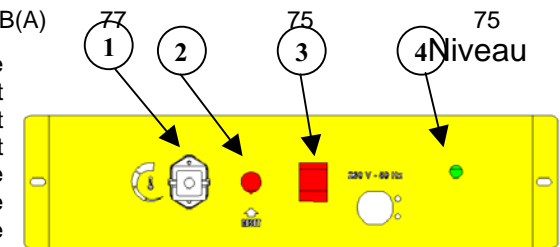

fig.1
- L'appareil est conçu pour le fonctionnement sans thermostat d'ambiance. Pour le fonctionnement de l'appareil avec un thermostat d'ambiance, il faut retirer le capuchon de protection de la prise thermostatique (fig.1 N°1) et le remplacer par la fiche correspondante du thermostat câblé.
- Remplir le réservoir de l'appareil avec du fuel propre. Brancher la prise d'alimentation à une prise de courant 230V ~ 50 Hz monophasée + Terre. La lampe verte (fig.1 N°4) éclairée indique que l'appareil est sous tension.
- Placer l'interrupteur (fig. 1 N°3) sur la position "ON".
- Si le thermostat d'ambiance est raccordé, le régler sur la température maximum. Placer l'interrupteur (fig. 1 N°3) sur la position "ON".
- L'appareil est doté d'un bouton-témoin de réarmement manuel (RESET) (fig. 1 N°2). Quand l'appareil se met en sécurité, la lampe témoin rouge du bouton (fig. 1 N°2) s'allume. Dans ce cas, il faut appuyer sur le bouton de RESET pour remettre en route l'appareil (voir aussi le paragraphe "Solution des problèmes").